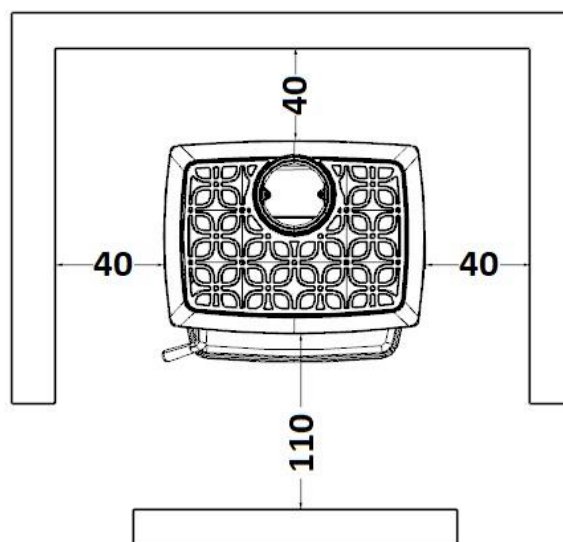

FIG. 7 - Distances de sécurité (cm)
- Lorsque vous installerez le poêle, tenez compte des distances de sécurité nécessaires du foyer et de la cheminée par rapport aux surfaces combustibles (parois de bois ou tapissées, sol en bois, etc.) Ces mêmes distances doivent être respectées lorsque le revêtement des parois ou des zones proches est susceptible de détérioration ou de déformation sous l'effet de la température (verniss, peintures, PVC, etc.). Fig. 7